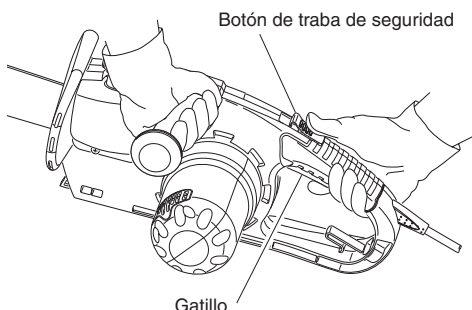

Figura 12 - Posición del gatillo y de la traba de seguridad
3. Utilice ambas manos para sujetar la sierra. Utilice siempre la mano izquierda para asir el mango anterior y la derecha para tomar la posterior. Sujétela con firmeza: los mangos de la sierra deben quedar bien tomados por sus dedos (vea la Figura 12).
5. Cuando esté dispuesto a realizar un corte, presione la traba de seguridad completamente hacia adelante con el pulgar derecho y apriete el gatillo (vea la Figura 12); la sierra se encenderá. Al soltar el gatillo, se apagará. Cerciórese de que la cadena está girando a su máxima velocidad antes de comenzar a cortar.